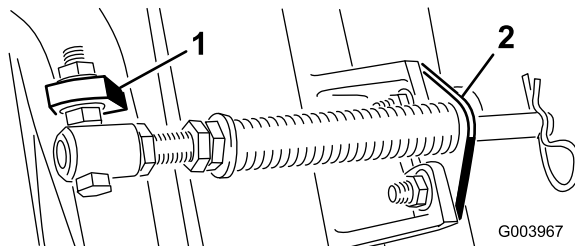

Bild 6
Hinweis: Positionieren Sie den Schraubenkopf zur Außenseite der Nase, wie in Bild 6 abgebildet.
- D. Montieren Sie die Stangenhalterung mit den Schlossschrauben und Muttern an den Nasen der Mähwerke (Bild 6).